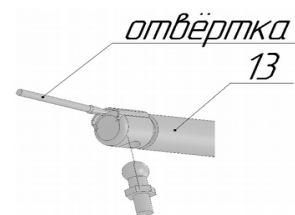

Рис.4
1. Отсоединить опорные пальцы от газлифтов поз.13, используя отвёртку или другой подходящий инструмент. Вставить конец инструмента в отверстие под пружинной скобой (см. рис.4), повернуть инструмент не прикладывая значительных усилий, извлечь опорный палец из гнезда. Пружинную скобу удалять полностью не нужно.